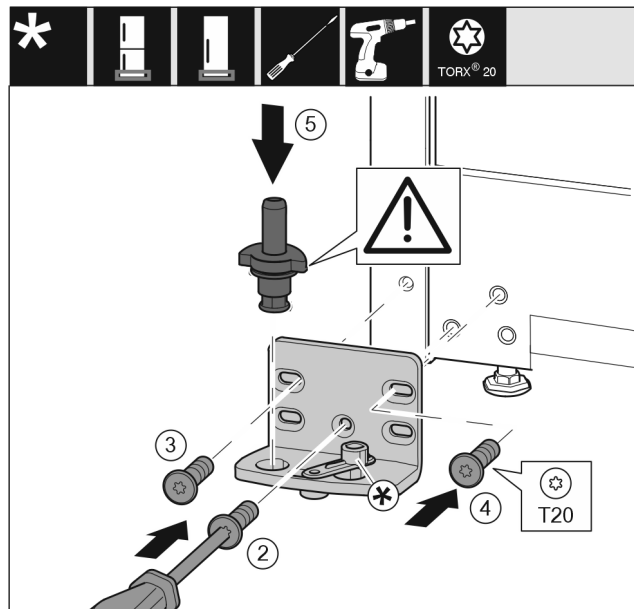

Fig. 19
- Lagerbock auf der anderen Seite ansetzen und mit Hilfe eines Schraubendrehers anschrauben. Mit der Schraube Fig. 19 (2) unten in der Mitte beginnen.
- Schraube Fig. 19 (3) und Schraube Fig. 19 (4) festschrauben.
- Lagerbolzen Fig. 19 (5) komplett einsetzen. Dabei darauf achten, dass der Rastnocken nach hinten zeigt.